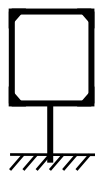

Рис.1
- 1) рис. 1;
- 1) рис. 1, 2;
- 2) рис. 1, 4;
- 1) рис. 1, 3;